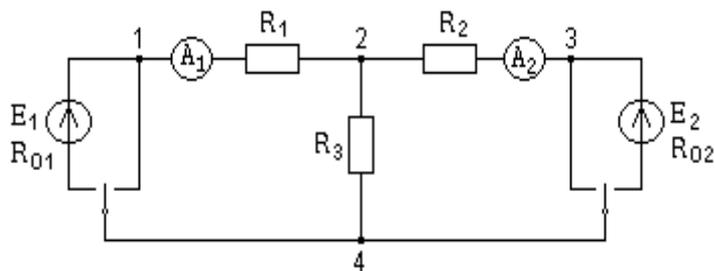

Рис. 1.1
2. Собрать электрическую цепь по схеме рис. 1.1.
4. Для внешнего контура схемы (рис. 1.1), используя результаты табл. 1.3, построить потенциальную диаграмму.
5. Исключая из схемы (рис. 1.1) посредством тумблеров поочередно источники E_2 и E_1 , измерить частичные токи через резисторы R_1 и R_2 , обратить внимание на направления токов. Определить токи I_1 и I_2 при действии в цепи обеих источников питания.